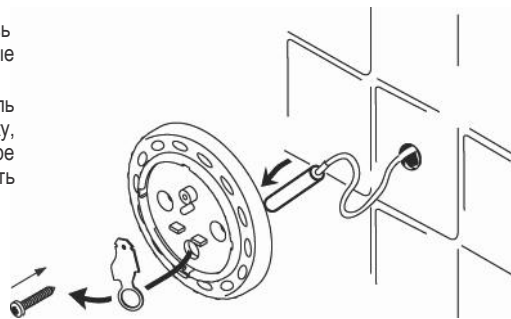

Рисунок 3.
- Нанесите силиконовый герметик на отверстие в стене, чтобы обеспечить влагонепроницаемость (рис. 3). Убедитесь, что силикон не попал на датчик, т.к. это может нарушить его работу.